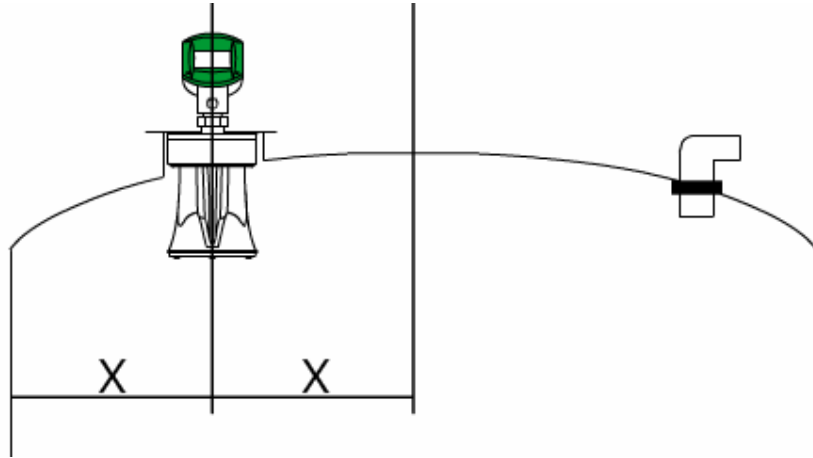

Abbildung 7: Optimale Position
- ⊙ Die optimale Position für den Scanner liegt auf halbem Wege zwischen der Mitte und der Seite des Behälters, so wie in *Abbildung 7* dargestellt. Bringen Sie den Scanner nicht in der Mitte des Behälters an.